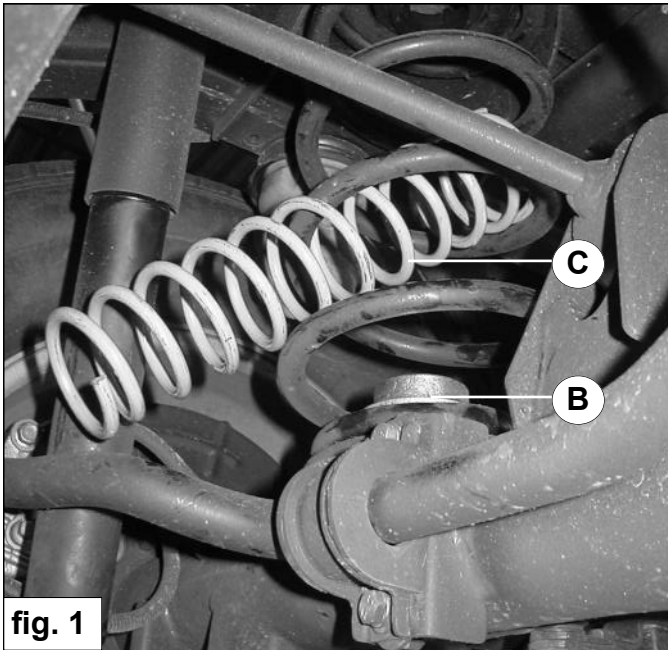

fig. 1
3. Plaats de aluminium veerschotels **B** onder in de hoofdveerschotel. Zie fig. 1.